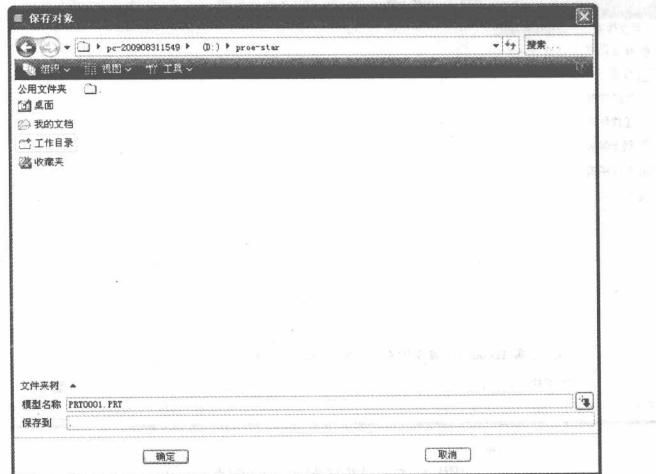

图 1-7 “保存对象”对话框
- 01** 单击“文件”工具栏中的“保存”按钮 或选择菜单栏中的“文件”→“保存”，打开如图 1-7 所示的“保存对象”对话框。